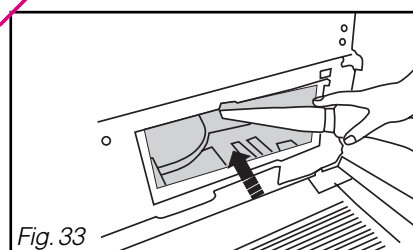
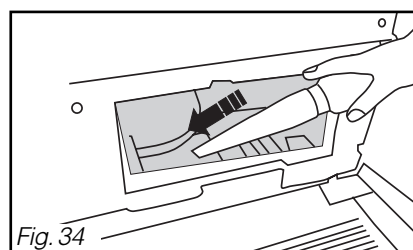

Fig. 33
Fig. 34
- Retirez toutes les peluches se trouvant sur les parois de la cavité à l'aide d'un aspirateur (Fig. 33 & Fig. 34).